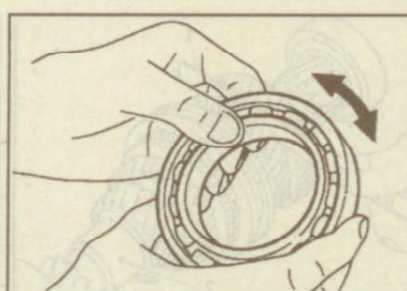

Рис. 9.74. Проверка подшипника
• Убедитесь, что подшипник вращается равномерно без аномального шума или люфта (рис. 9.74).